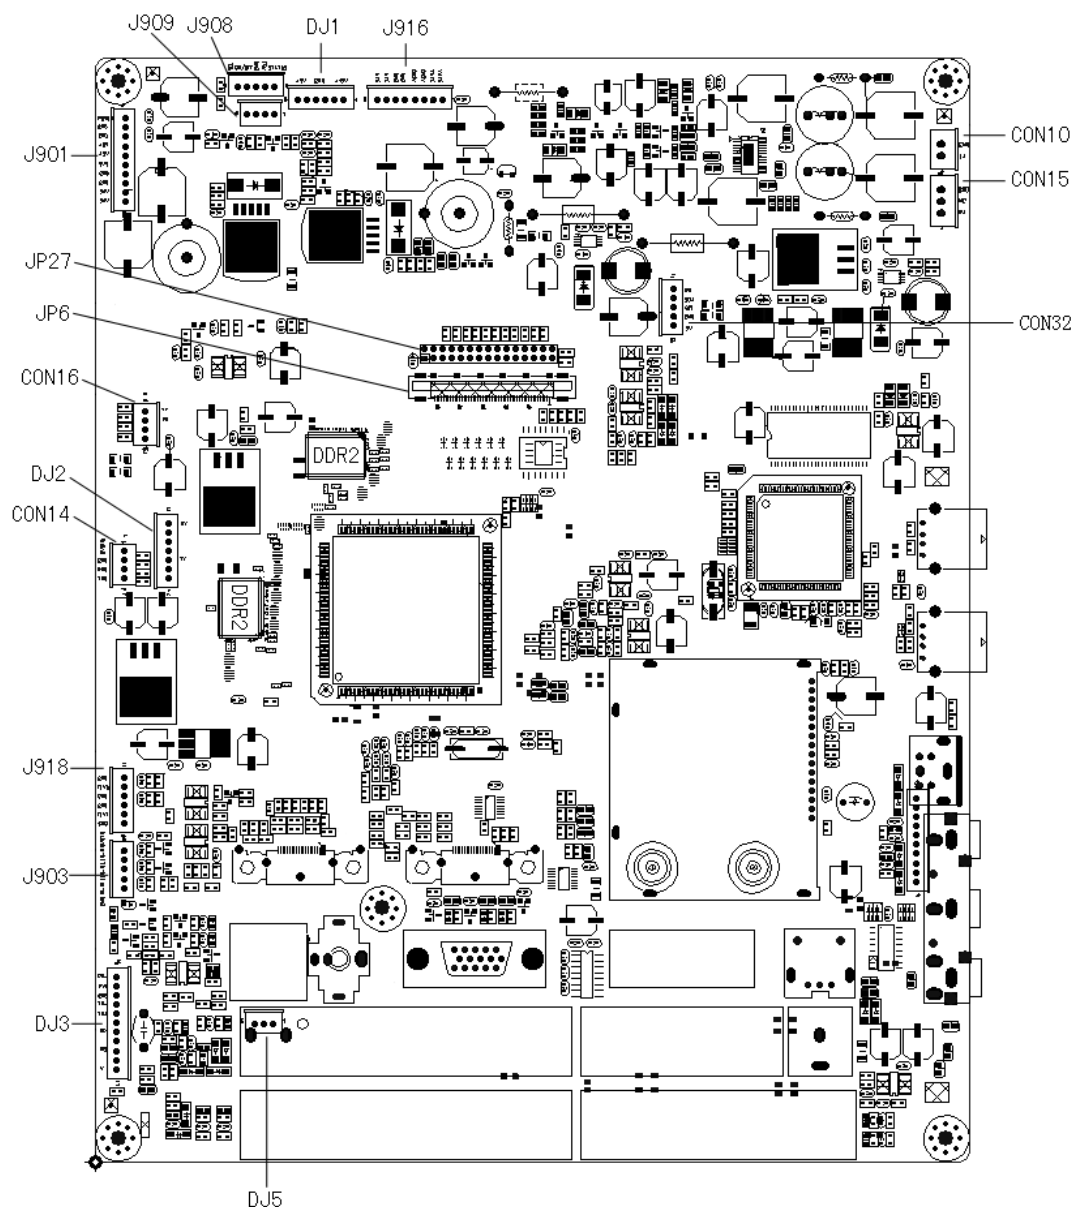

图19 DLS04机芯主板插座位置示意图
1、射频输入全彩条信号，在进入主芯片N39的耦合电容C109之后的波形图如图19所示：